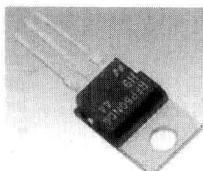

图 1-3 塑料封装大功率三极管
(2) 塑料封装大功率三极管。图1-3所示是塑料封装大功率三极管，它有3根引脚，在顶部有一个开孔的小散热片。因为大功率三极管的功